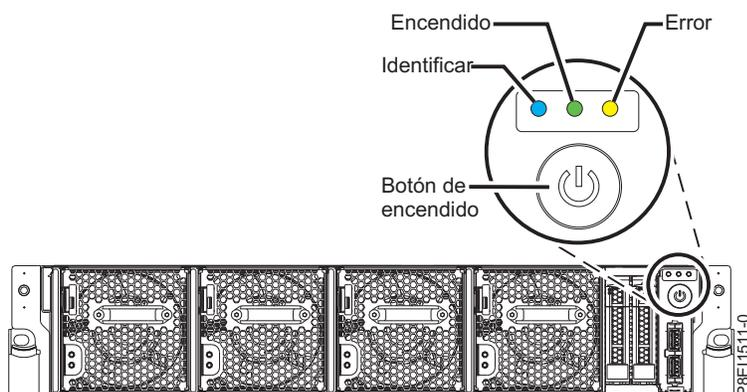

Figura 121. Botón de encendido
- El LED de encendido, tal como se muestra en Figura 121 parpadea. Una luz intermitente indica que la alimentación se halla en espera para la unidad.
3. Pulse el botón de alimentación que se muestra en Figura 121. La luz de encendido deja de parpadear y queda fija, lo que indica que el sistema está encendido. Los ventiladores de refrigeración del sistema funcionan a velocidad elevada y tras unos 30 segundos, vuelven a la velocidad operativa normal.